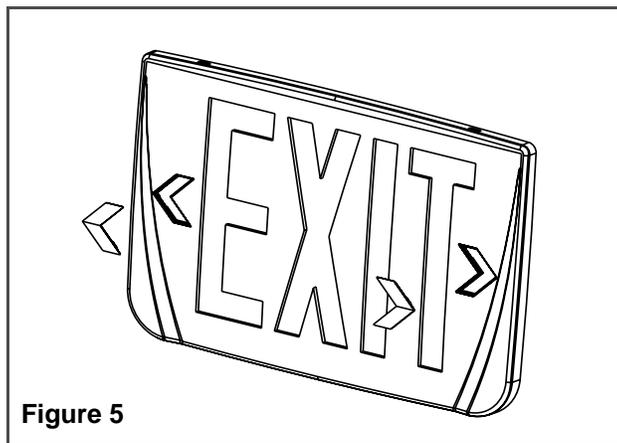

Figure 5
6. Enlever la ou les flèche(s) amovible(s) de la face de l'enseigne. En tentant celle-ci de vos deux mains, pousser la flèche directionnelle vers l'extérieur à l'aide de votre pouce. (voir fig. 5). Il se peut que vous ayez à soulever le diffuseur pour effectuer cette tâche.